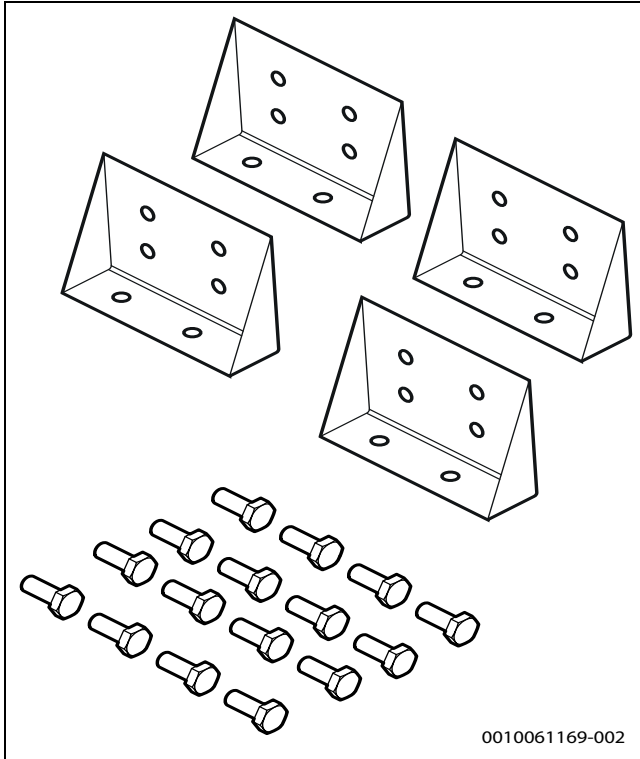

Bild 32 Bodenbefestigung Winkel BBW 22-42
- [D] Bodenbefestigung Winkel BBW 22-42 → Bild 32, Seite 23